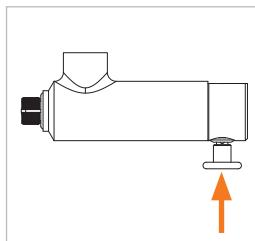

Abbildung 8
- ▶ Drücken Sie den Ventilknopf (Pos. 4) (Abbildung 8). Die Spannzangen fallen zusammen.